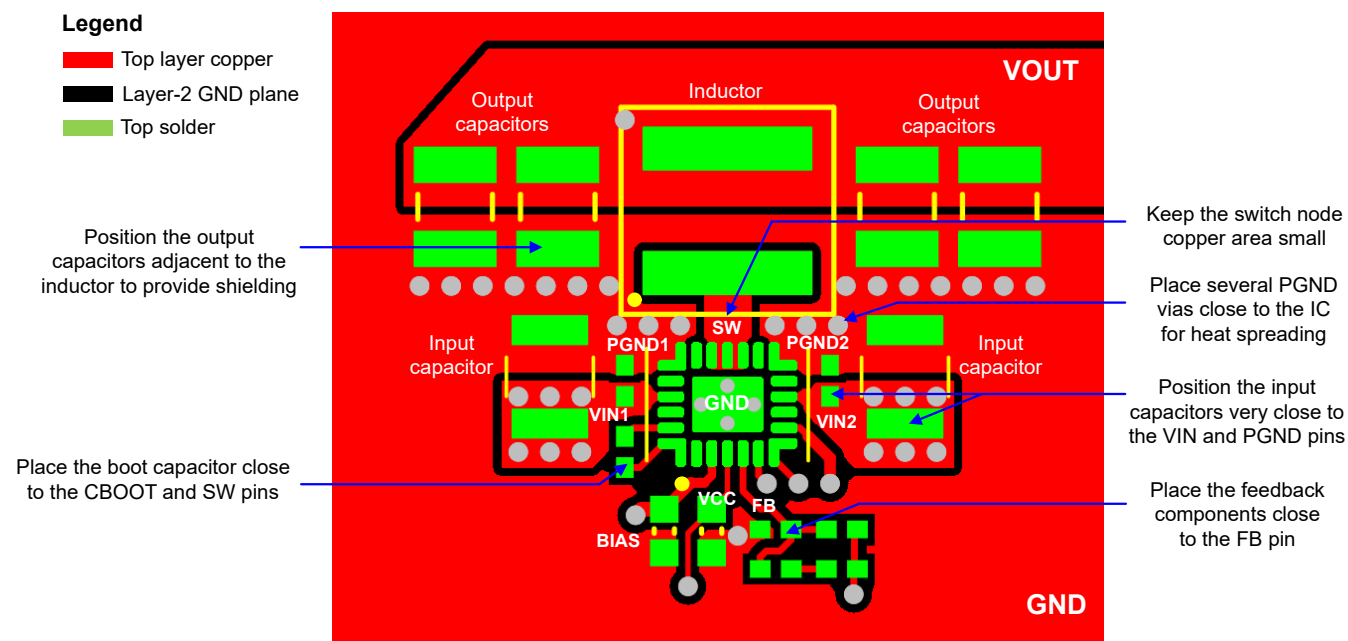

图 8-31. PCB 布局示例
以下列表总结了用于优化直流/直流转换器性能（包括热特性和 EMI 特性）的 PCB 布局和元件放置基本指南。**图 8-31** 展示了 LM63440-Q1 或 LM63460-Q1 的推荐布局，并优化了功率级和微小信号元件的布局和布线。
- 在 VIN1 到 PGND1 和 VIN2 到 PGND2 之间放置具有 X7R 或 X7S 电介质的低 ESR 陶瓷电容器。将 0402 电容器靠近每个引脚对放置以实现高频旁路，如图 8-31 所示。每侧使用相邻的 1206 或 1210 电容器作为大容量电容。